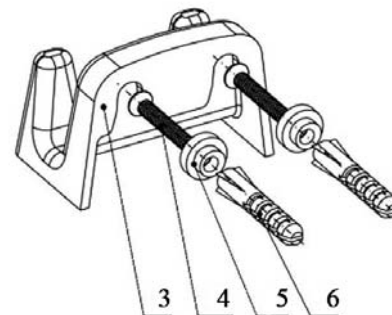

Рис. 2
3.8 Закрепить на стене с помощью дюбелей поз. 6, шурупов поз. 4 и крепления круглого поз. 5 полочку под зеркало поз.2 и крючок поз. 3 аналогично пунктам 3.2 - 3.6 (рис. 2 и 3).